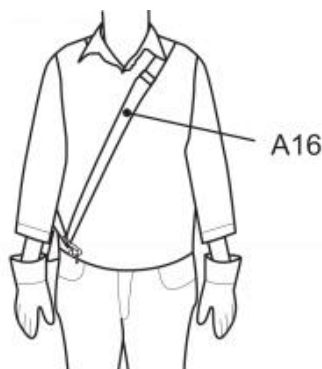

Fig. 33
2. Coloque el arnés (A16) de manera que pase por encima del hombro izquierdo, cruzando el pecho y la espalda. El clip de sujeción (A18) debe estar ubicado en la cadera derecha (Fig. 33).